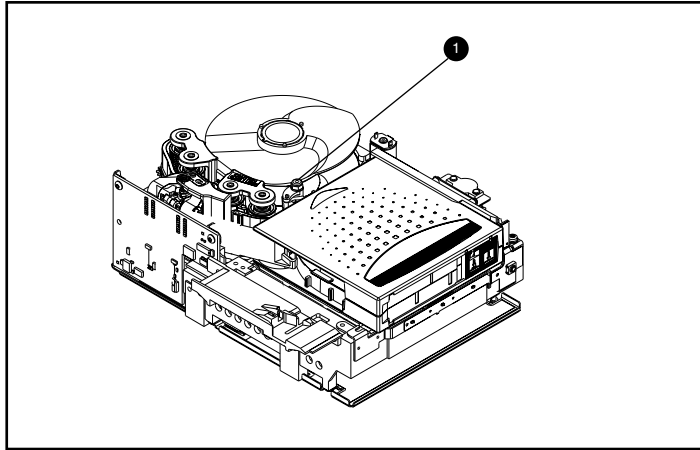

Figura D-5. Desconexión de la patilla principal de la placa del cartucho
Para desconectar la patilla central de la placa del cartucho ❶, utilice unas pinzas. A continuación, coloque la patilla principal en los ganchos de la placa (consulte la Figura D-5 para obtener la ubicación de la placa).